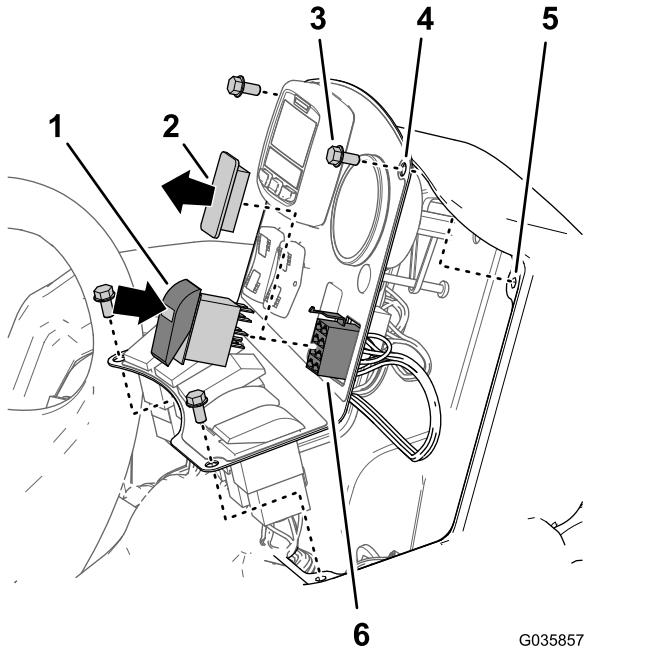

Рисунок 36
1. Выверните 4 болта с фланцевыми головками ( $\frac{1}{4} \times \frac{1}{2}$  дюйма) (если они установлены), которые крепят панель управления к консоли, как показано на Рисунок 36.
2. Удалите заглушку переключателя из панели управления на консоли (Рисунок 36).
3. Проведите 8-гнездовой разъем жгута проводов доводочного комплекта стрелы с ультразвуковым выравниванием сквозьчерез отверстие в панели управления (Рисунок 36).
4. Подсоедините 8-гнездовой соединитель жгута проводов доводочного комплекта стрелы с ультразвуковым выравниванием с маркировкой SONIC MODE MANUAL VS. Auto (Режим ультразвукового выравнивания — ручной/автоматический к клавишному переключателю (Рисунок 36).
5. Вставьте клавишный переключатель в отверстие панели управления так, чтобы он надежно зафиксировался со щелчком на месте (Рисунок 36).
6. Совместите отверстия в панели управления с отверстиями в верхней части консоли (Рисунок 36).
7. Прикрепите панель к консоли при помощи болтов (Рисунок 36), снятых при выполнении пункта 1.